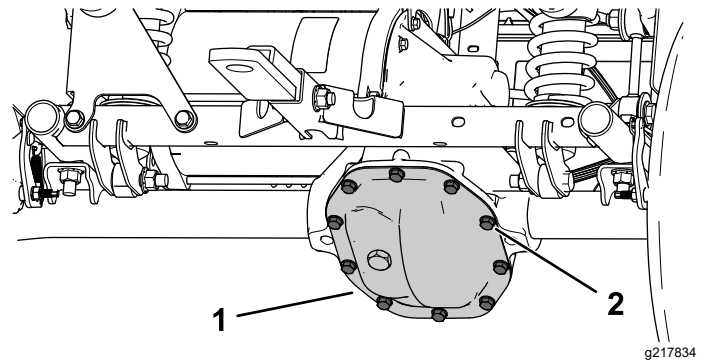

Bild 51
- Stellen Sie eine Auffangwanne unter die Getriebeabdeckung (Bild 51).
- Entfernen Sie die Schrauben von der Getriebeabdeckung und lassen Sie die Flüssigkeit ganz ab (Bild 51).